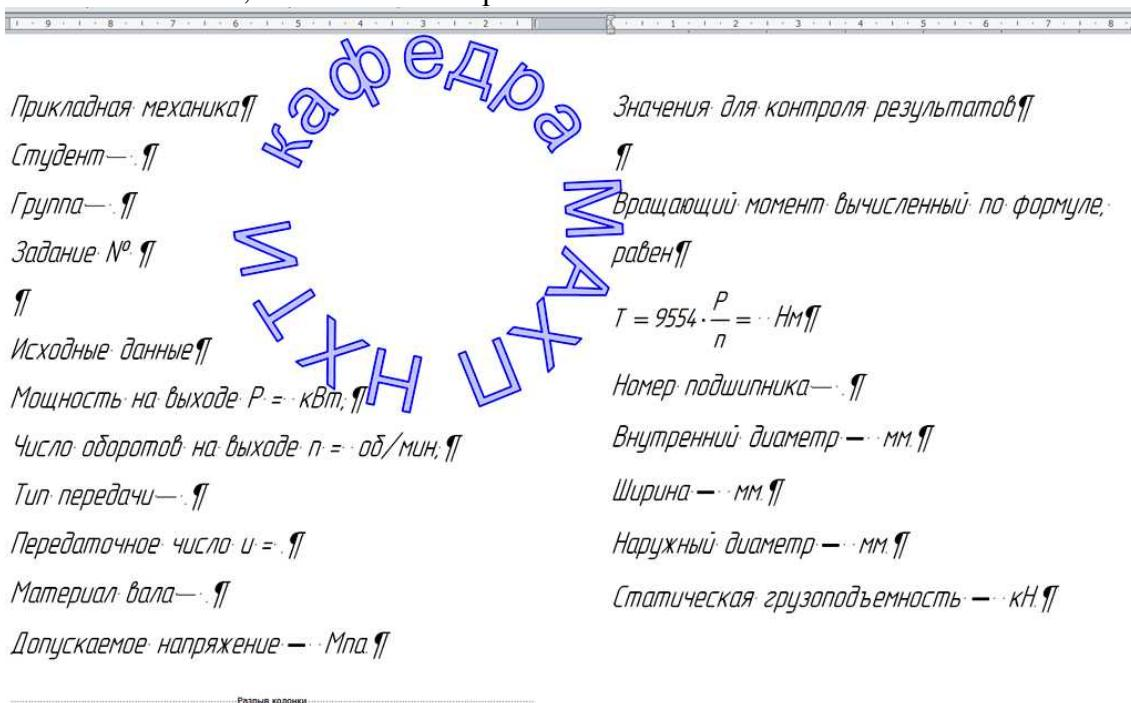

Рис. 5.4. Документ после ввода текста
8) Введите текст, показанный на рис. 5.4. До разрыва колонки вводятся исходные данные, после разрыва – контроль результатов. В режиме показа непечатаемых символов символ пробела отображается в виде точки в верхней части строки. Оставьте правильно пробелы так, как показано на рис. 5.4.
9) Используя вставку объекта Word Art, на верхнюю часть страницы добавьте печать Кафедра МАХП НХТИ так, как показано на рис. 5.4.